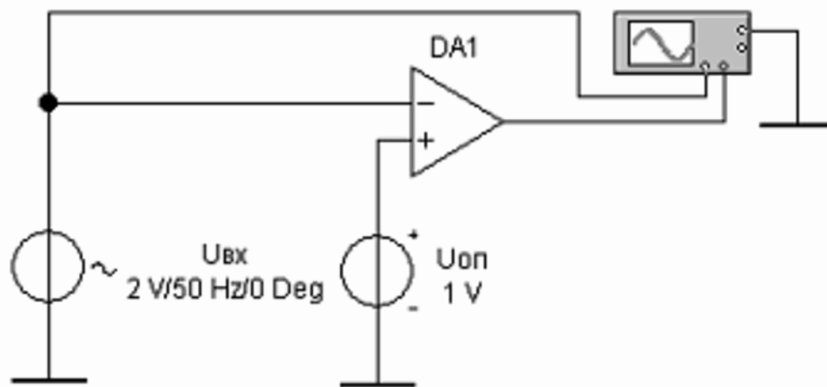

Рис. 6 – Схема для исследования компаратора на ОУ
18. Собрать схему компаратора на ОУ, изображенную на рис. 6.
19. Установить значения опорного и входного напряжения, в соответствии с рис. 6.